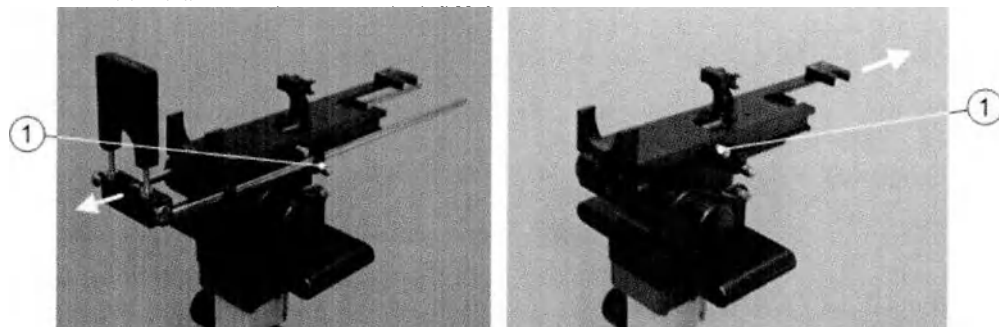

Рис. 6.2. Извлечение сетки (слева) и адаптера (справа)
- 1 Ослабьте ручки (рис. 6-2, слева, цифра 1) и выдвиньте направляющие с сеткой шаблона.
- 2 Ослабьте ручку (рис. 6-2, справа, цифра 1) и извлеките адаптер датчика.